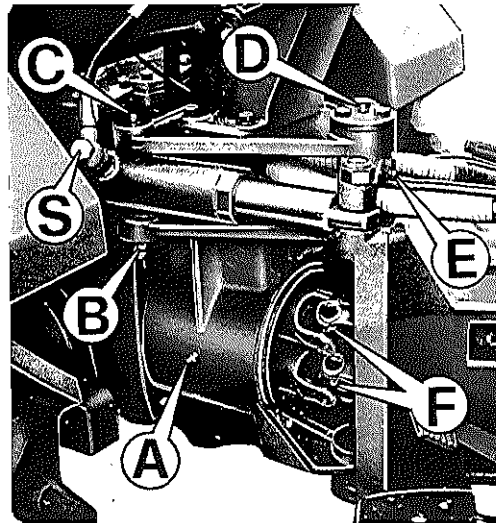

FIG. 37
- a - chasis: A-D, dirección: B-C-E, juntas: F (fig. 37)